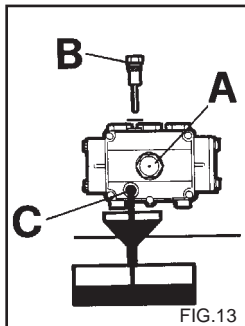

FIG.13
- 2) Skruva ur locket med oljesticken (fig. 13).